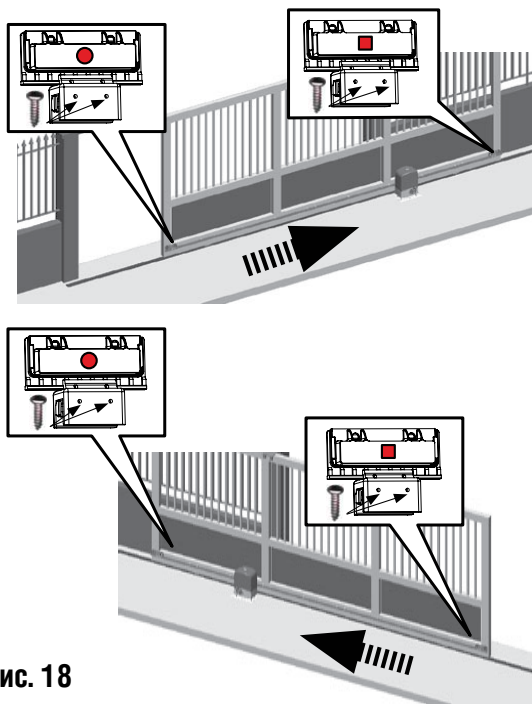

Рис. 18
**Внимание:** Для правильного функционирования блока магнит с кольцом должен находиться слева от двигателя и магнит с квадратом наоборот справа (см. рис. 18)
- 1) Собрать два магнита, как показано на рис. 18.